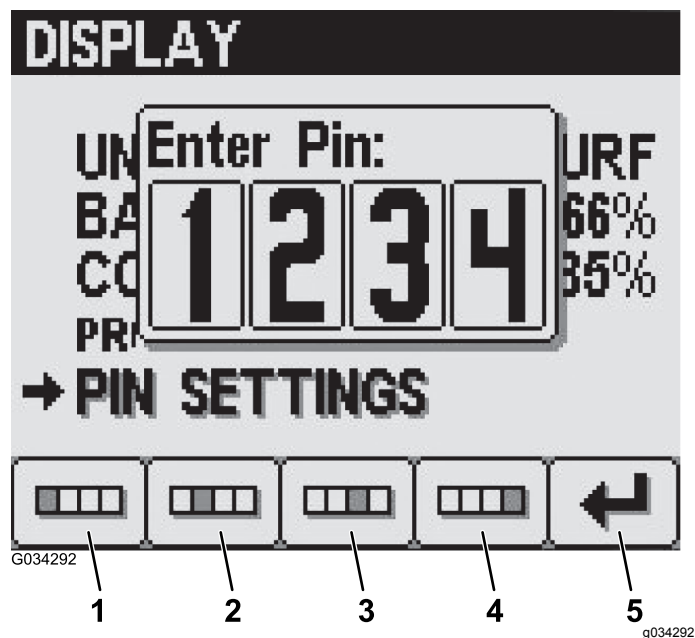

図 25
2. ボタン 14 を使って PIN を入力し、入力が完了したらボタン 5 を押す 図 25。
4. ボタン 14 を使って PIN を入力し、入力が完了したらボタン 5 を押す 図 25。